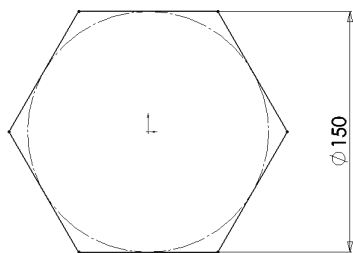

图 10-100 绘制草图
2) 绘制草图。在左侧的 FeatureMannger 设计树中选择“前视基准面”作为绘图基准面，然后单击“草图”控制面板中的（多边形）按钮，绘制一个六边形，标注六边形的内接圆的直径智能尺寸如图 10-100 所示。